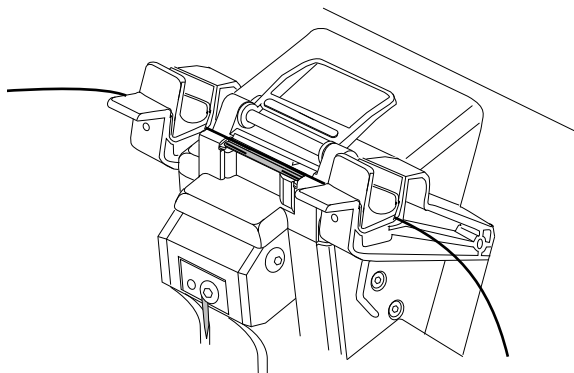

Abbildung 43
- b) Heben Sie die Transferarme zur Splice-Pak-Vorrichtung an. Die Transferarme zentrieren den Spleiß im Spleißschutz (siehe Abb. 43).